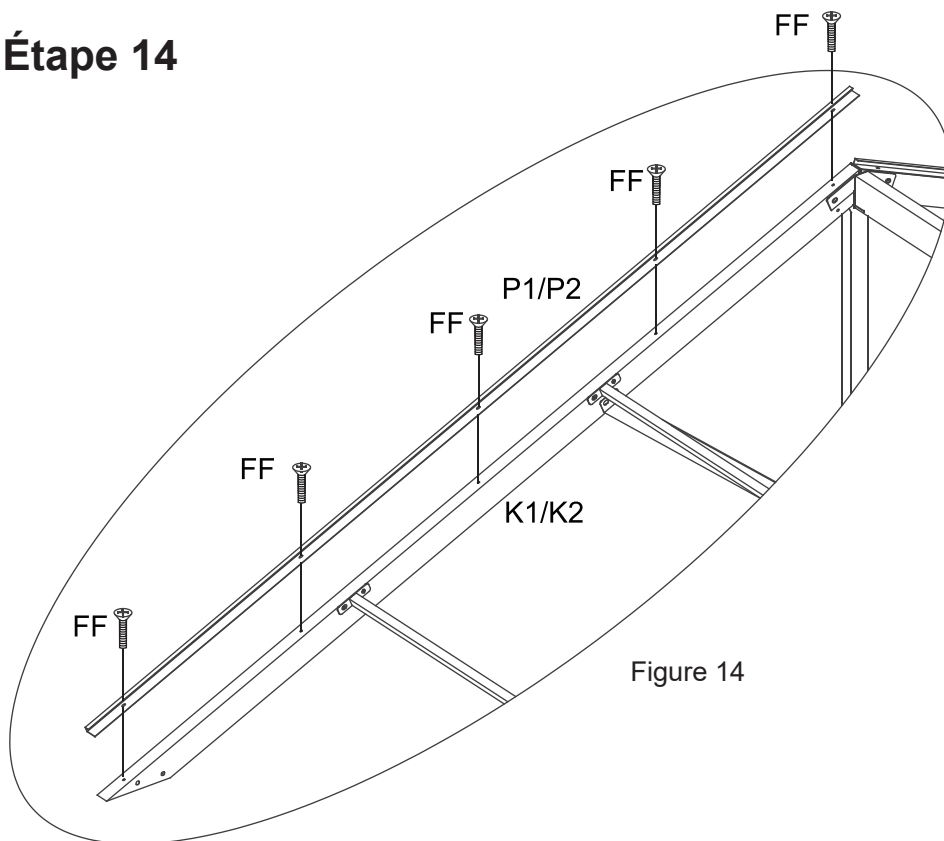

Figure 14
Figure 14. Connectez la moulure de rebord (P1) avec la poutre inclinée bilatérale (K1), ensuite, connectez la moulure de rebord (P2) avec la poutre inclinée bilatérale (K2) et fixez le tout avec les boulons (FF).